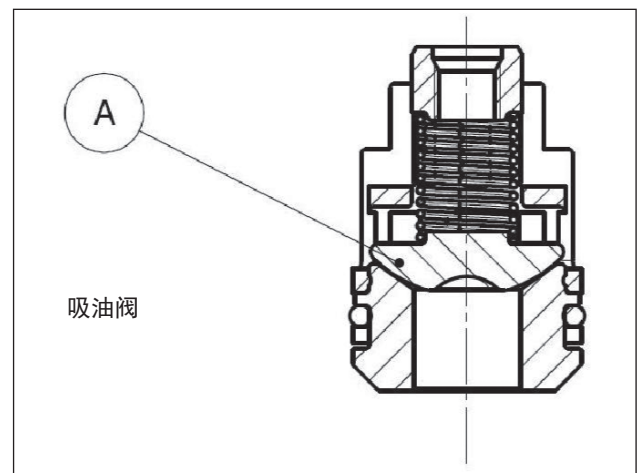
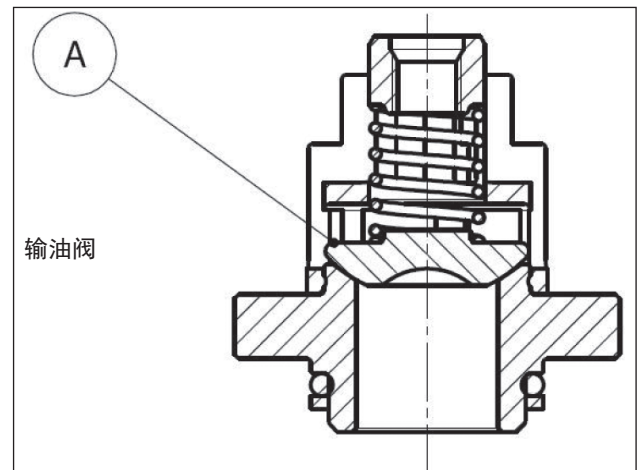

图26
图27
2. 此外，关于HF18 - WK355型，还应注意切勿混淆吸油球阀与“A”型输油阀(图26，图27)，分解图部件号46，如使用和保养手册第16章所示。